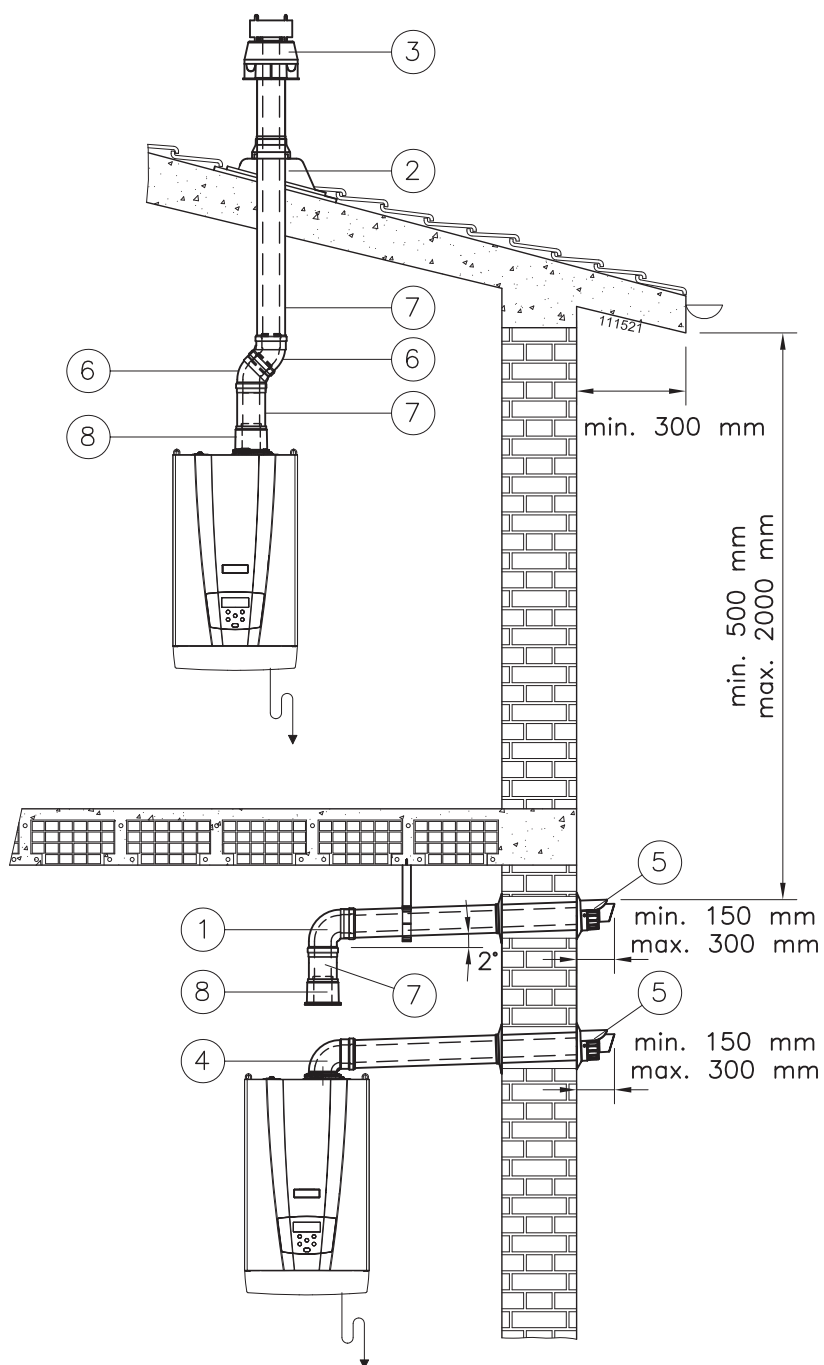

Figure 5-32 - Exemples d'installation du conduit coaxial
**ATTENTION !!! Après avoir effectué ces contrôles, vérifier que le terminal d'évacuation/ aspiration soit exposé à l'extérieur avec les tolérances fournies sur la Figure 5-32.**
Lorsque l'on effectue une évacuation coaxiale (voir Figure 5-32), verticale ou horizontale, il est essentiel de suspendre le conduit d'évacuation vers le haut afin de drainer la condensation à l'intérieur de l'appareil.
**ATTENTION !!!** Le terminal horizontal doit être protégé contre les infiltrations accidentelles d'eau de pluie. À cette fin, il doit être installé sous des toits en pente (ou sous des saillies, des balcons ou des protections spéciales) ayant les dimensions minimales indiquées sur la Figure 5-32.